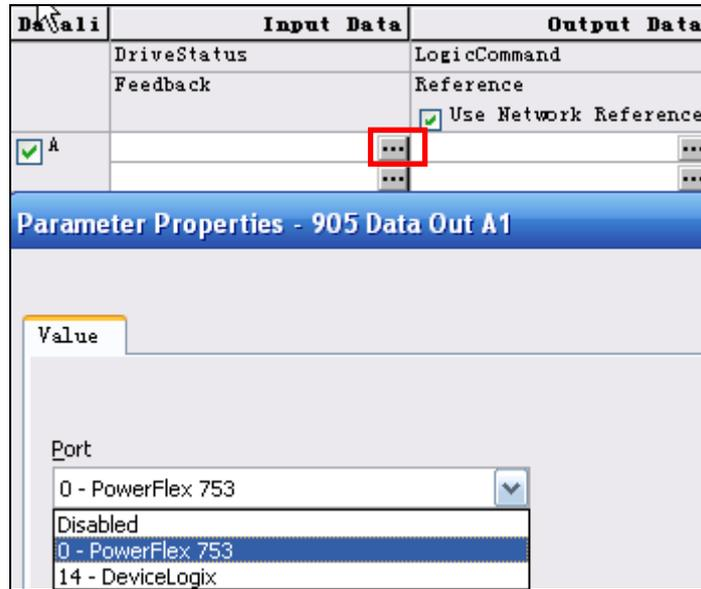

图 1- 82 组态输入数据链路
3. 组态输入数据链路。点击  以使能/组态第一个输入数据参数。Parameter Properties（参数属性）窗口会出现，为输入数据链路选择端口。点击 Port（端口）下拉箭头，查看可用的端口，选择 0-PowerFlex 753，如图 1- 82 所示。